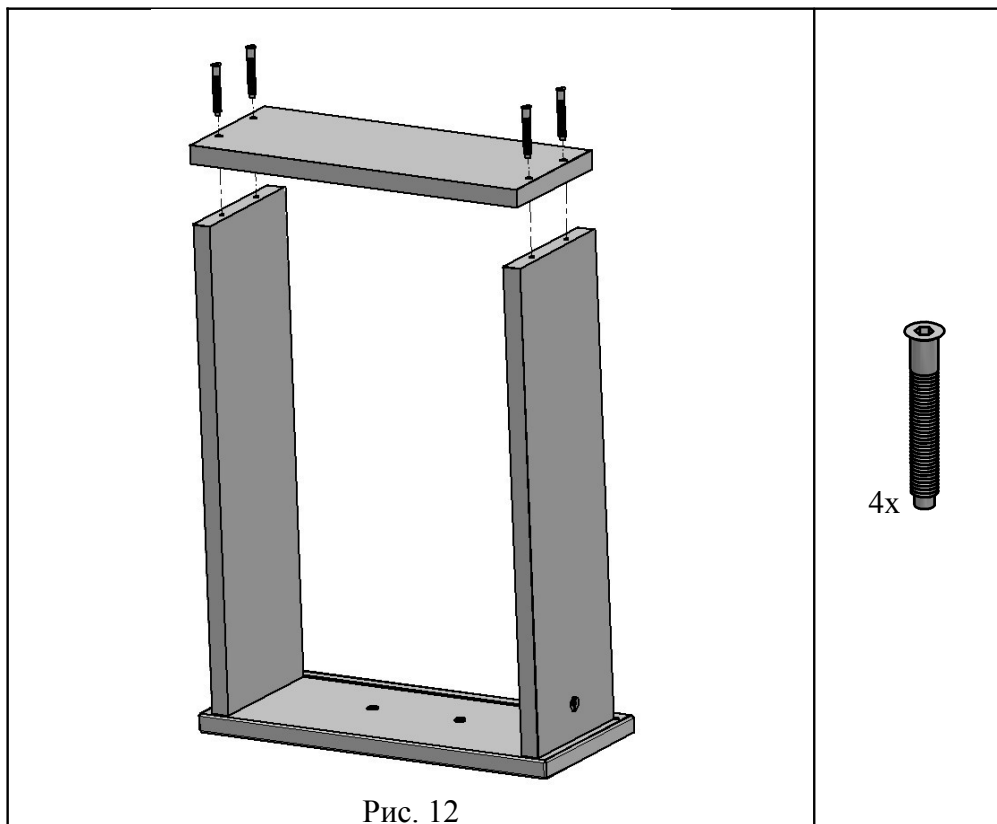

Рис. 12
4.2.3. К сборке по п. 4.2.2. прикрутить стенку заднюю (поз. 8) при помощи винта конфирмат KON7,0x50 (поз. 13). (См. рис. 12)